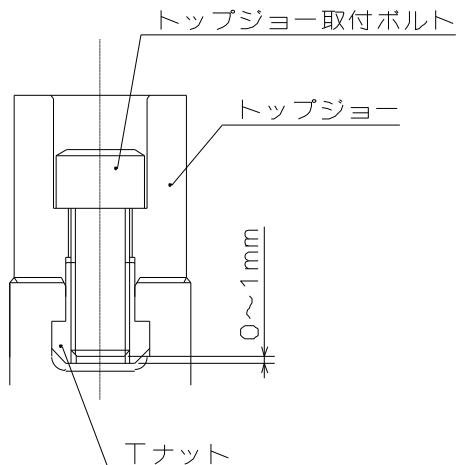

図 10
- ジョー取付ボルトの T ナットに対するねじ込み深さが浅いと、T ナットが破損し、ジョーや工作物が飛散して危険。取付ボルトが長すぎて T ナット底面から突き出している場合も、トップジョーが固定されないため、ジョーや工作物が飛散して危険。従って、ジョー取付ボルトの全長は T ナットの底面より 0~1mm 程度すること。(図 10 参照)